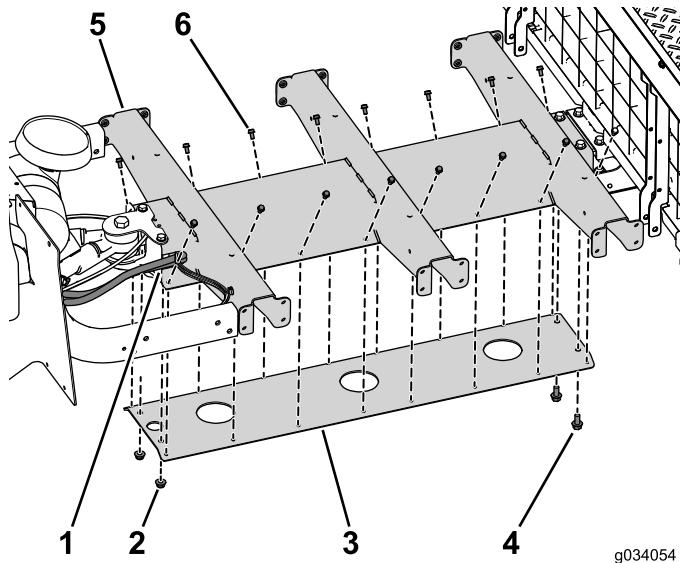

Рисунок 30
- С помощью 4 болтов ($5/16 \times 3/4$ дюйма) установите, не затягивая, опору платформы на центральный швейлер (Рисунок 30).